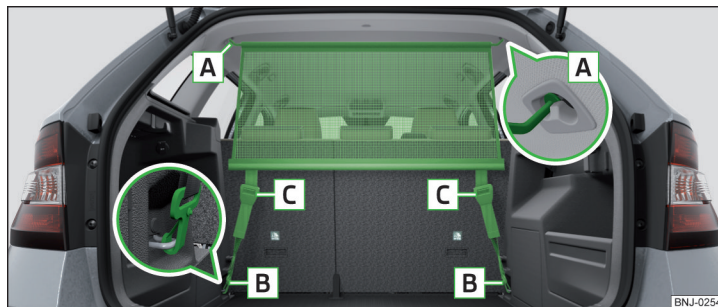

Fig. 98 Peretele despărțitor din plasă aflat în spatele banchetei
- Așezați bara transversală în elementul de prindere [A] » fig. 98 mai întâi într-o parte și apăsați-o apoi spre înainte. Introduceți în mod similar bara transversală pe cealaltă parte a autovehiculului, în elementul de prindere [A].